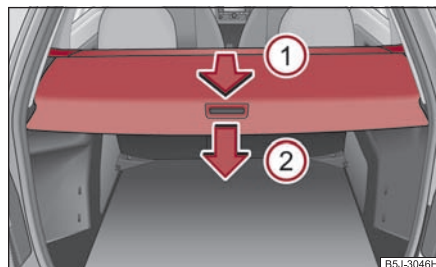

Abb. 79 Gepäckraum: aufrollbare Gepäckraumabdeckung
- Ziehen Sie die aufrollbare Gepäckraumabdeckung in Pfeilrichtung ① bis zum Anschlag in die gesicherte Stellung ⇒ Abb. 79.